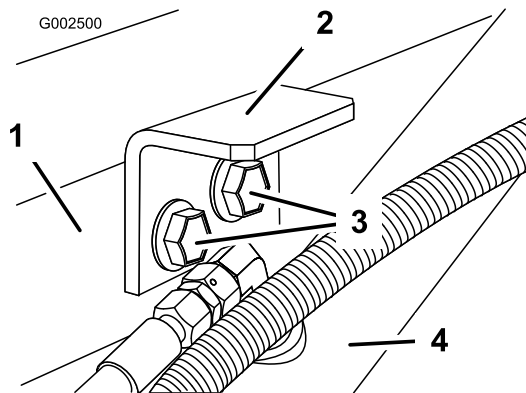

Bild 15
2. Montieren Sie die Anbaugeräte-Haltebügel mit den zwei vorher entfernten Schrauben und Bundmuttern (Bild 15).